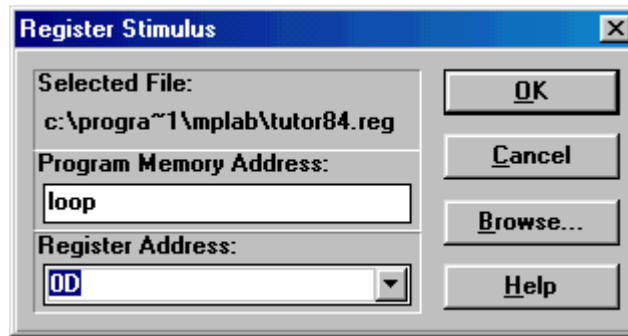

Рис. 9. Меню стимула регистра
3. Выберите пункт меню Debug > Simulator Stimulus > Register Stimulus > Enable для открытия диалогового окна стимула регистра (рис. 9).